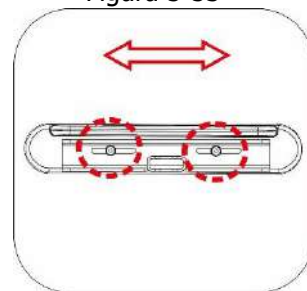

Figura 5-56
- Use una llave Allen número 3 para aflojar los tornillos bajo la almohadilla del reposabrazos. Ajuste la almohadilla en profundidad. Vuelva a apretar los tornillos. (Figura 5-56).